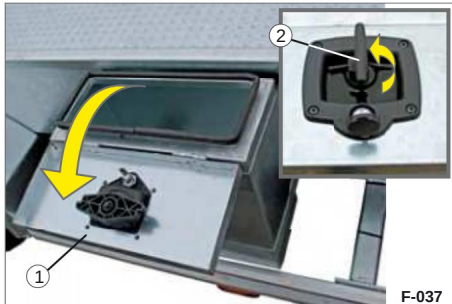

Bild 63 Verkttygslåda öppen
• Dra ut låset (bild 63/2) och vrid det 90°.
• Öppna locket försiktigt (bild 63/1).